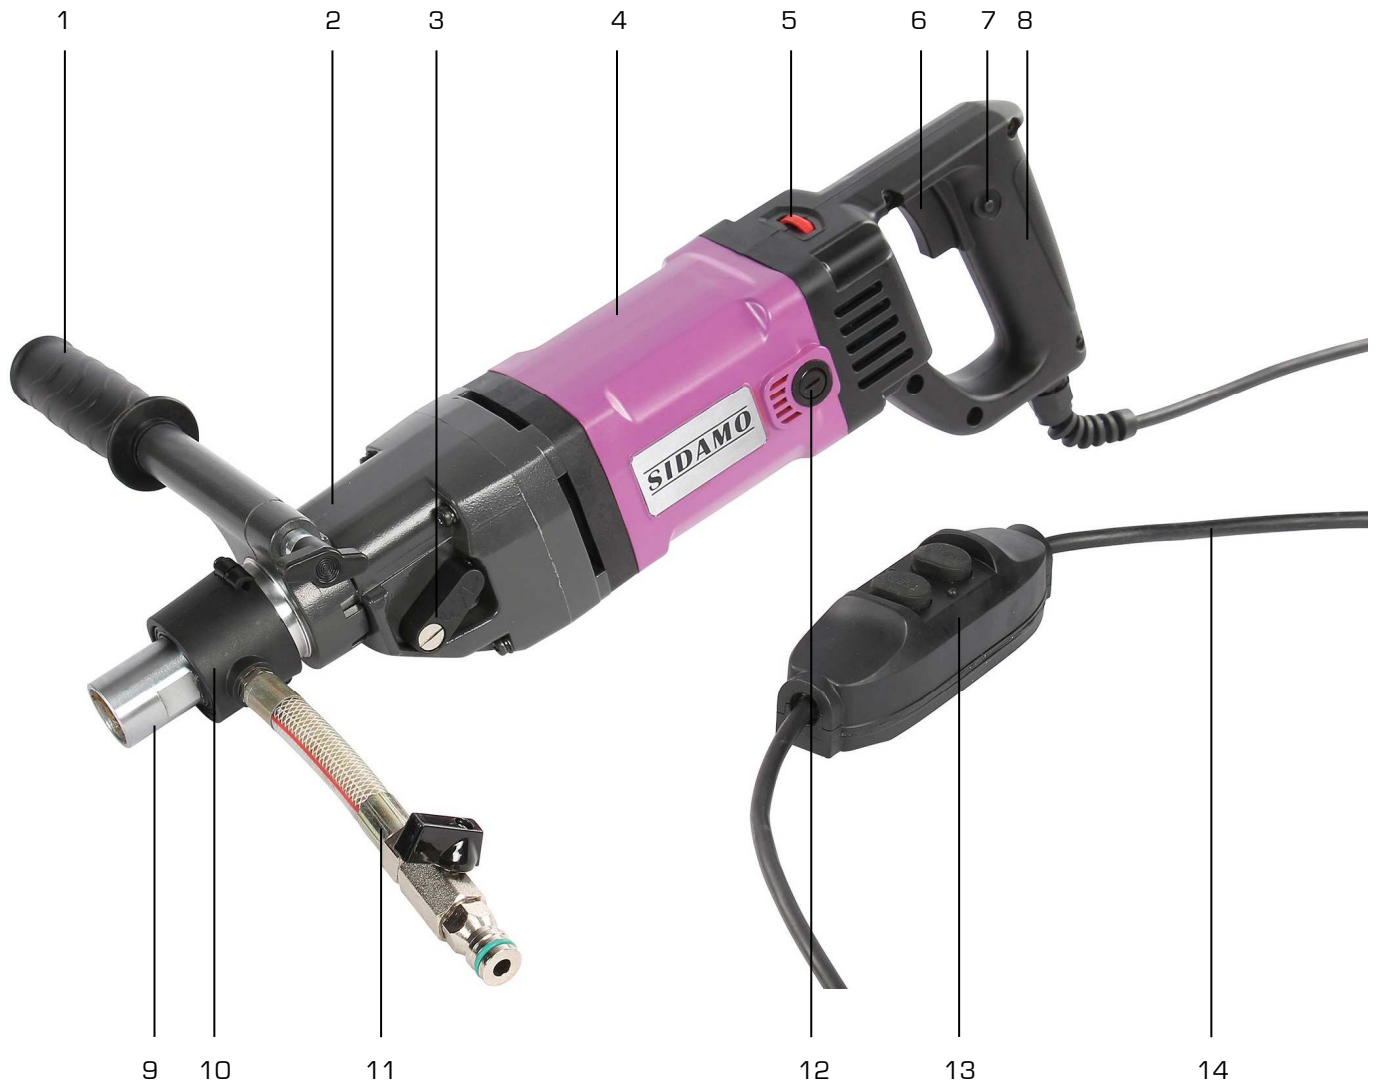

Figure 1
1. Retirer la poignée latérale [1 fig.1] de la carotteuse.